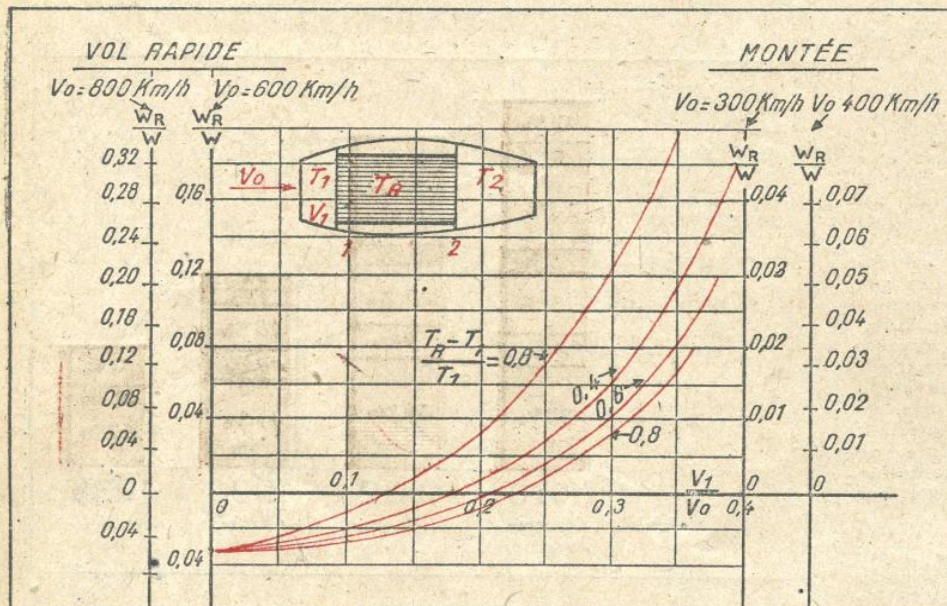

FIG. 3. — LA RÉDUCTION DE LA RÉSISTANCE INTÉRIEURE DANS LE RADIATEUR A VITESSE RALENTIE
Pour réaliser le radiateur à vitesse ralentie qui s'impose sur tous les avions modernes, on entoure la surface radiante d'un carénage divergent en amont et convergent en aval (fig. 3). Par suite de la divergence amont, l'air traverse cette surface à une vitesse inférieure à celle du vol (1), s'échauffe et, par suite, se dilate. Il quitte donc le carénage vers l'arrière avec une vitesse plus grande que si le radiateur était froid, et cette augmentation de vitesse produit une impulsion vers l'avant analogue à celle que subit une fusée.
Or, il ne faut pas perdre de vue que les moteurs gaspillent, dans le radiateur et l'échappement, les deux tiers de l'énergie contenue dans le carburant qu'ils brûlent. Il ne s'agit évidemment pas d'obtenir du radiateur à vitesse ralentie un rendement thermique élevé qui impliquerait, pour le fluide, de hautes pressions et des températures élevées, mais, si médiocre que soit le rendement du moteur à réaction constitué par le radiateur et son capotage, il peut avoir pour effet, non seulement de compenser en totalité la traînée intérieure de ce radiateur, mais même de créer finalement une certaine poussée vers l'avant (fig. 3).